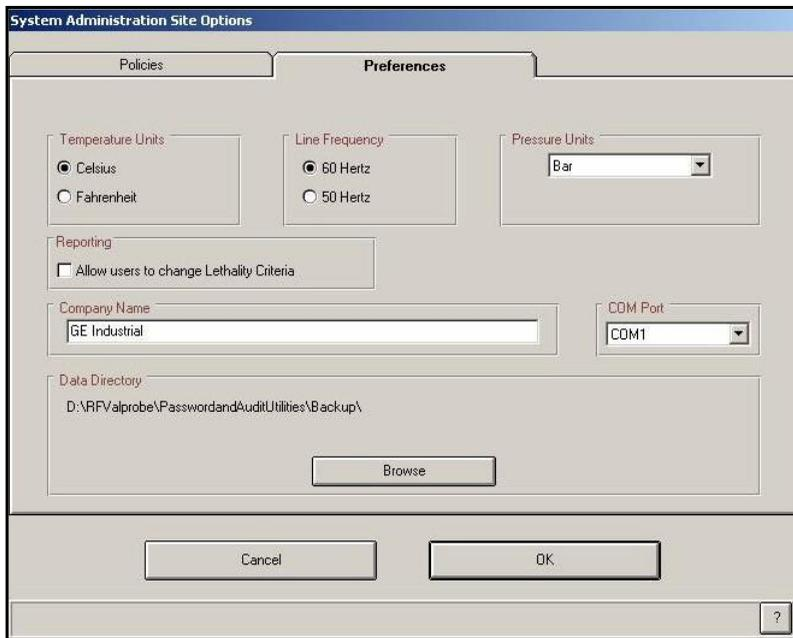

图 26: 参数设定选项
8. 当位置选项设置完毕后点击 **Preferences 参数选择** 栏. 参数选择界面出现, 如图 26 所示.